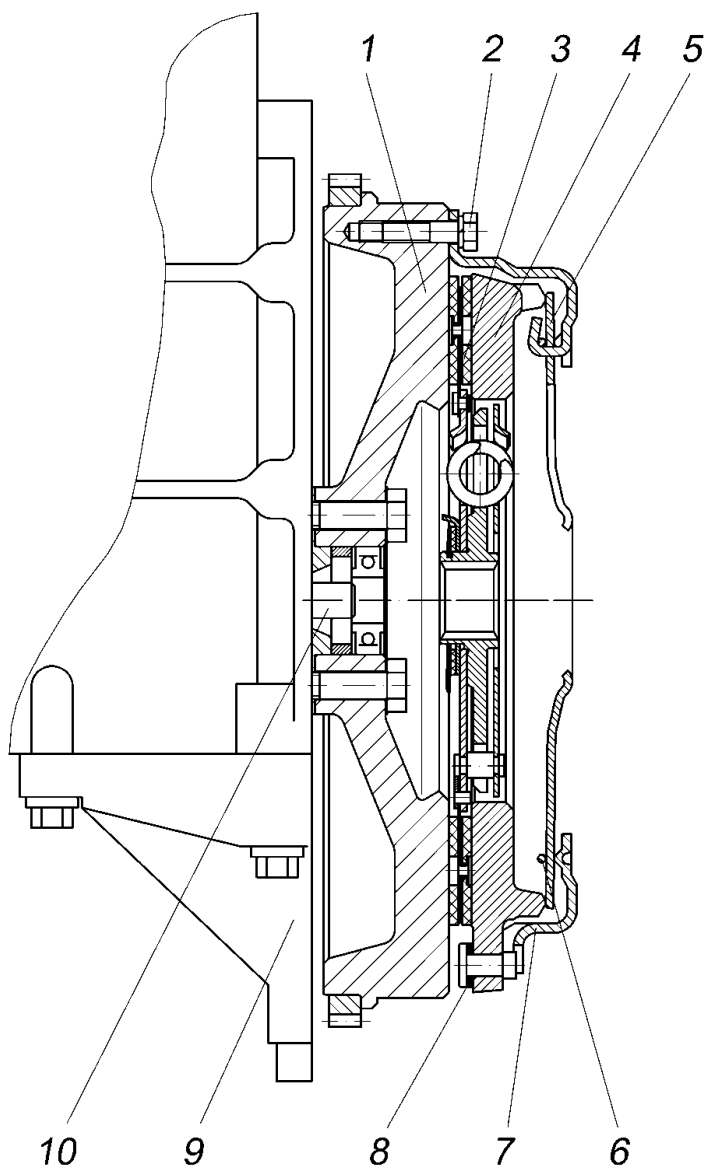

Рис.85. Сцепление:
**Сцепление** (рис.85) - сухое, однодисковое, с диафрагменной нажимной пружиной, состоит из двух основных частей: нажимной диск в сборе и ведомый диск в сборе.